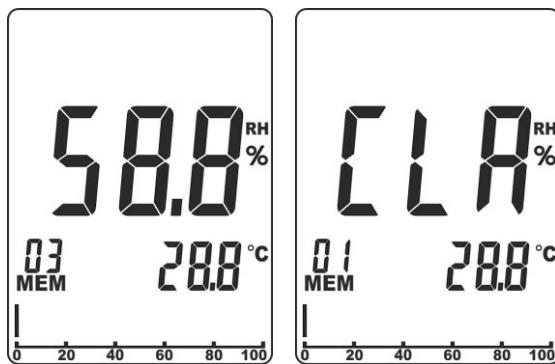

Abb. 4: Löschen des internen Speichers
1. Drücken Sie gleichzeitig die Tasten **◀** und **▶**. Die Angabe der aktuellen Speicherstellung (siehe Abb. 4 – linke Seite) blinkt im Display.
2. Drücken und halten Sie die Tasten **◀** und **MEM/ALM** gleichzeitig für mindestens 3s. Die Meldung "CLR" erscheint im Display und die Angabe der Speicherstelle kehrt automatisch zu "01" zurück (siehe Abb. 4 – rechte Seite).